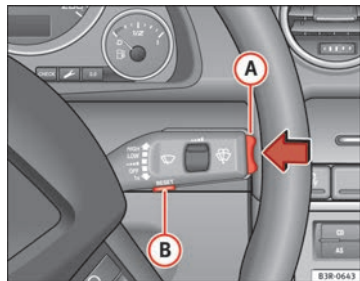

Fig. 61 Palanca del limpiaparabrisas: Elementos de manejo del ordenador de a bordo
Pulsando la tecla Reset **(B)** ⇒ fig. 61 se puede conmutar entre las funciones del ordenador de a bordo 1 y 2.
Bastará con pulsar brevemente el interruptor-selector de funciones o bien la tecla **[Reset]** → **fig. 61** para borrar el aviso sobre la duración de viaje.
- Pulse la zona superior o inferior del conmutador-selector de funciones **(A)** ⇒ fig. 61. Se visualizarán una tras otra las funciones del ordenador de a bordo en los niveles de memoria correspondientes.